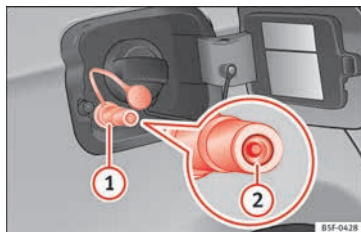

Fig. 233 Tapa del depósito abierta: boca de carga de gas (1), retén de la boca de carga (2).
- Destape la boca de carga de gas » » » fig. 233 (1).